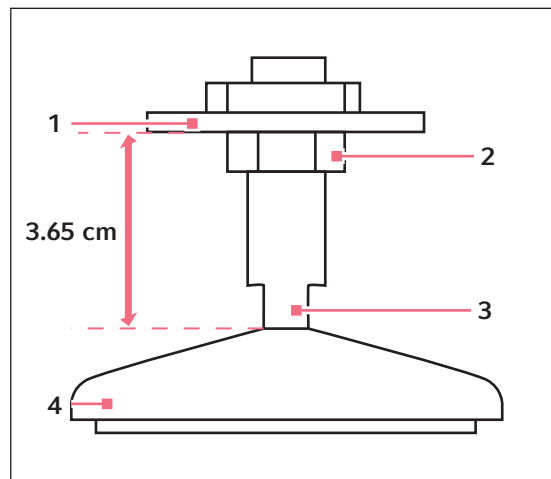

Fig. 6-2: Pé ajustável (fornecido)
1. Imobilize a contraporca superior contra a unidade com chave sempre que ajustar o pé para evitar que o pino rosqueado caia (aqui Fig. 6-2 na pág. 23).